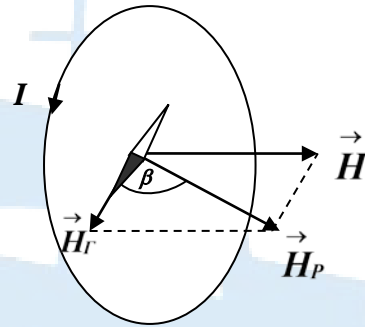

Рис. 3
Возьмем проволочный круговой виток радиуса  $R$ , плоскость которого вертикальна, и поместим в его центре магнитную стрелку. Повернем виток так, чтобы ось стрелки совпала с его плоскостью (рис. 3). Это означает, что плоскость магнитного меридиана совпадает с плоскостью витка.
Если вычислить  $\mathbf{H}$  по формуле (6) и измерить угол поворота стрелки  $\beta$ , то можно найти горизонтальную составляющую магнитного поля Земли в месте проведения опыта, (см. рис. 3):